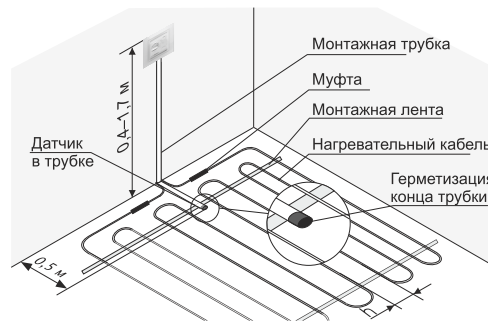

Рисунок 1. Монтаж терморегулятора и системы теплый пол
- Для этого необходимо снять лицевую рамку, подцепив ее со стороны отвертки, вставленной в паз (рис. 1). Поместить терморегулятор в монтажную коробку и закрутить монтажные винты.